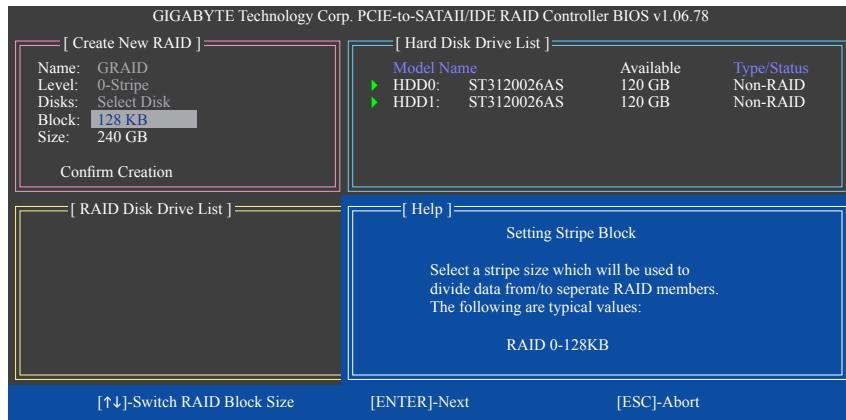

图6
- 设定磁盘区块大小(Block)：若选择制作RAID 0，需指定磁盘区块大小。使用 $\uparrow\downarrow$ 键选择需要的磁盘区块大小(图6)，可调范围是从4 KB至128 KB。完成后按 $<\text{Enter}>$ 键。